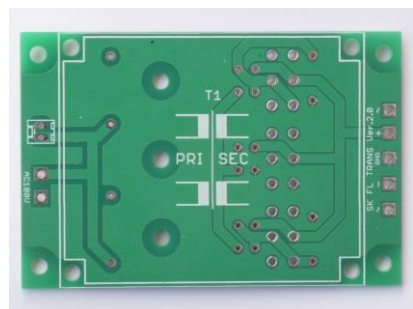
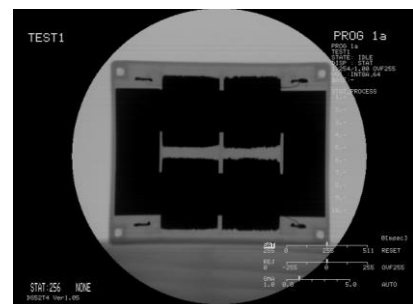
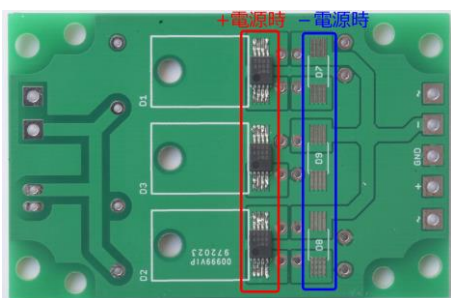
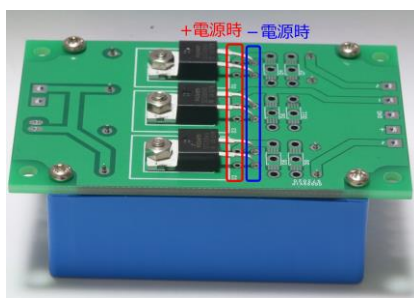

図1 SK_FL_TRANS 基板
図2 FL_TRANS 透視写真
図3 NJD 7002 の取り付け
図4 SCS206 の取り付け
SK_FL_TRANS は、BLOCK 社 FL 10~30 電源トランス専用の整流基板です(図1)。FL シリーズはカットコアトランスです(図2)。帯域バランスの良い、クリアな音を聞かせてくれます。
1. (整流するとき) NJD 7002: プラスに使用するときは図3の赤枠(取り付けられています)、マイナスに使用するときは青枠となります。リードにハンダブリッジができるのは構いません。確実にハンダしてください。SCS206(または同形状のもの): 低頭ネジ M3×6 または皿ネジ M3×8 をトランス取り付け面(図1に示す面)から挿入してネジ止めします。プラス時は図4の赤枠、マイナス時は青枠(取り付けられています)の穴に挿入して半田付けします。